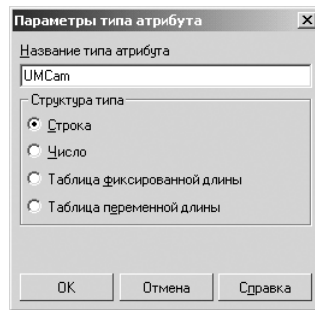

Рис. 2.6. Диалоговое окно **Параметры типа атрибута**
- щелкните по нужному вам атрибуту, если он присутствует в списке, в противном случае щелкните на кнопке **Новый**. Появится диалоговое окно **Параметры типа атрибута**, см. рис. 2.6;
- включите в разделе **Структура типа** переключатель **Строка**, соответствующий текстовому атрибуту, а в поле **Название типа атрибута** введите, например, имя текстового атрибута **UMCam** (см. рис. 2.6);